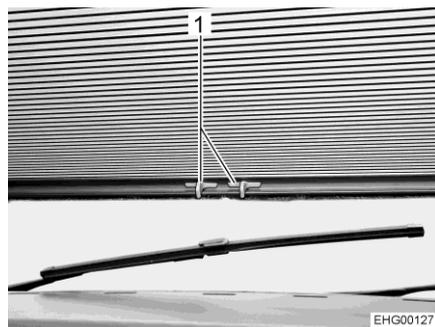

Fig. 29 Dispositif occultant plissé (pare-brise)
- Appuyer sur les poignées (Fig. 29, 1) et tirer le dispositif occultant vers le bas.